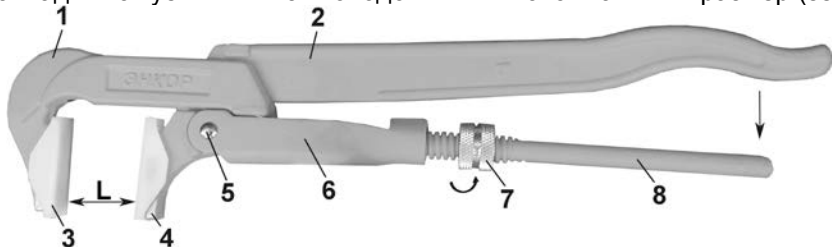

Рис.1
4.8. Для вращения в обратном направлении необходимо переустановить ключ в зеркальном положении, Рис. 1.